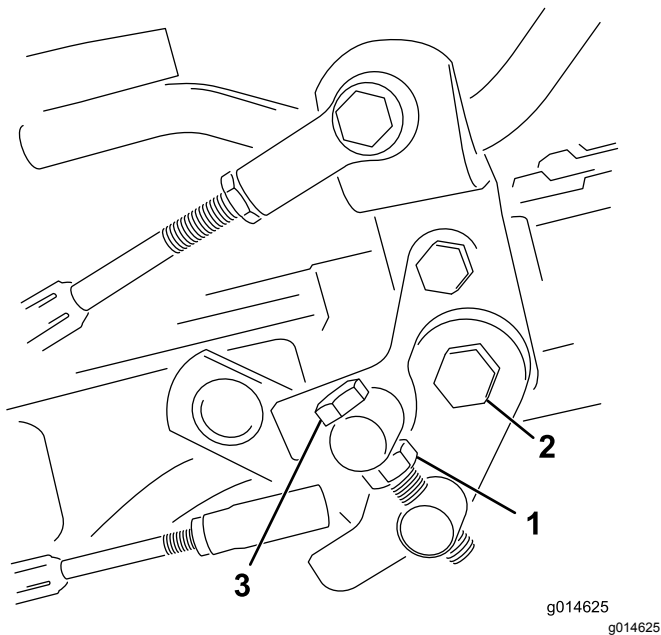

Figura 55
1. Allentate il controdado sul bullone di articolazione (Figura 55).
4. Serrate il controdado sul bullone di articolazione e il dado sul perno del pedale per fissare la regolazione (Figura 55). Controllate la messa a punto, e all'occorrenza ripetete la regolazione.